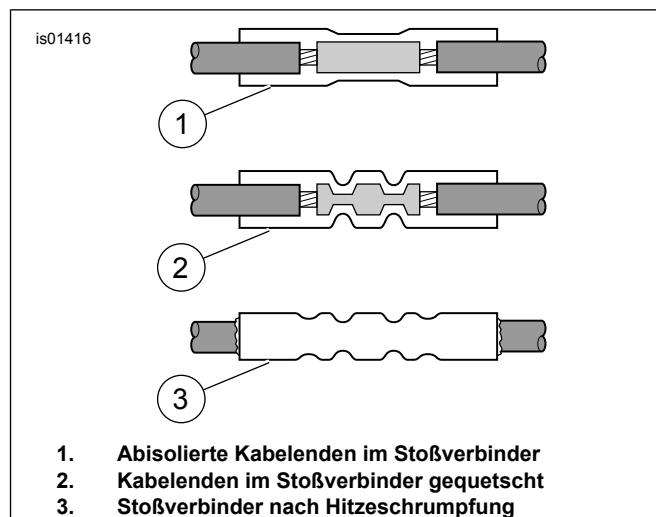

Abbildung 4. Abgedichteter Stoßverbinder eingebaut
- Siehe Abbildung 4. Die beiden schwarzen Blinkerkabel in die gegenüberliegenden Enden eines Stoßverbinders stecken. Die beiden violetten Blinkerkabel in die gegenüberliegenden Enden eines Stoßverbinders stecken.